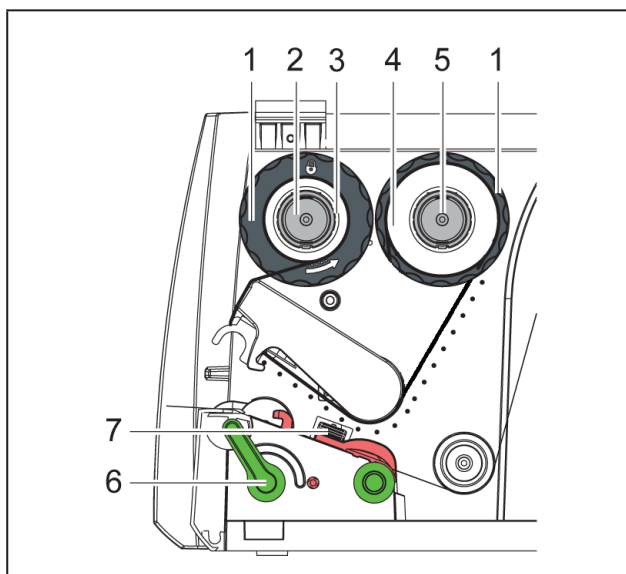

Figura 10 Recorrido de la lámina de transferencia
- 5 Ajustar la posición del ajustador de márgenes sobre el enrollador a la anchura del núcleo de la lámina (3) y deslizar el núcleo de la lámina sobre el enrollador (2).
- 6 Pasar la lámina de transferencia a través del mecanismo de impresión, tal y como se muestra en la figura 10.